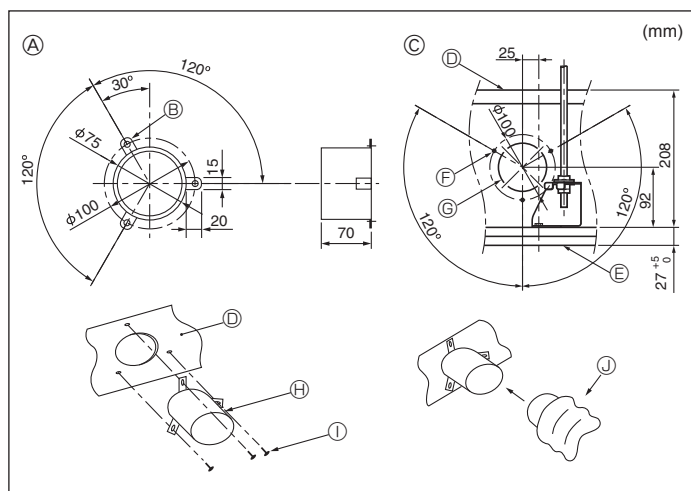

Fig. 4-3
4.3. Instalación del conducto (en caso de entrada de aire fresco) (Fig. 4-3)